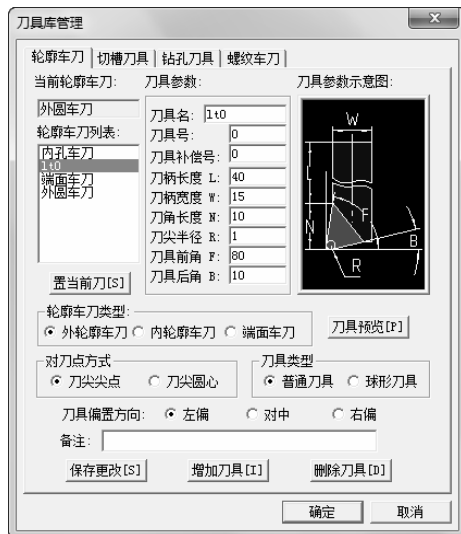
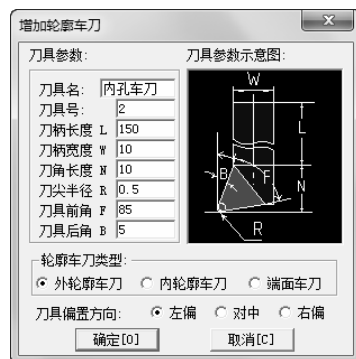

图 6-115 刀具库管理对话框
图 6-116 增加轮廓车刀
(5) 设置增加内孔车刀 单击“轮廓车刀”选项卡，如图 6-115 所示。然后再单击“增加刀具”按钮，弹出“增加轮廓车刀”对话框，设置外圆车刀刀具参数如图 6-116 所示。